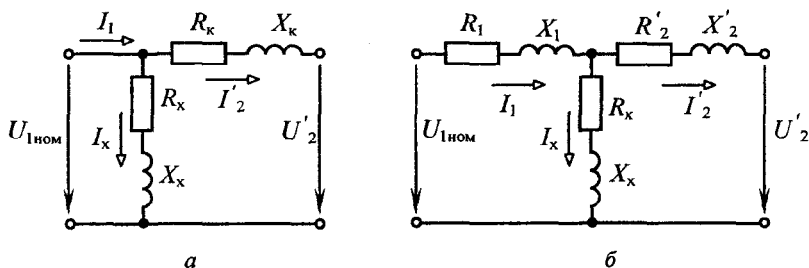

Рис. 3.4
**Задача 3.3.** Определить параметры Г-образной (рис. 3.4, а) и Т-образной (рис. 3.4, б) схем замещения однофазного трансформатора мощностью  $S_{\text{ном}} = 16 \text{ кВ}\cdot\text{А}$ ,  $f = 50 \text{ Гц}$ , если данные опытов холостого хода и короткого замыкания следующие:  $U_{1\text{ном}} = 220 \text{ В}$ ,  $U_{2\text{х}} = 130 \text{ В}$ ,  $I_{1\text{х}} = 2 \text{ А}$ ,  $P_{\text{х}} = 75 \text{ Вт}$ ,  $U_{1\text{к}} = 10 \text{ В}$ ,  $P_{\text{к}} = 250 \text{ Вт}$ . Считать, что мощность потерь в первичной и вторичной обмотках распределяется поровну.
**Решение.** Воспользуемся T-образной схемой замещения (рис. 3.4, б), параметры которой рассчитаны в задаче 3.3.